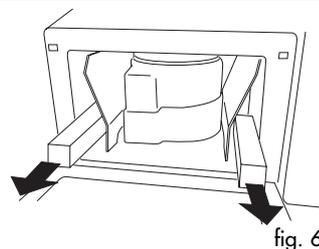

fig. 6
- Retire os dois pedaços de esferovite que se encontram nas partes laterais da cavidade (fig. 6).